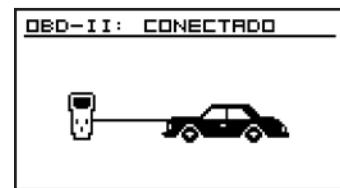

Fig.29
- Encienda el CodeScout. Asegúrese que el vehículo esté conectado (Fig.29).